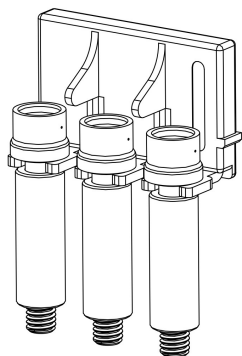

Рисунок 53 – коммутационная перемычка в сборе
- Для установки коммутационных перемычек отсоедините мост от винта и втулки (рис. 53; рис. 54).